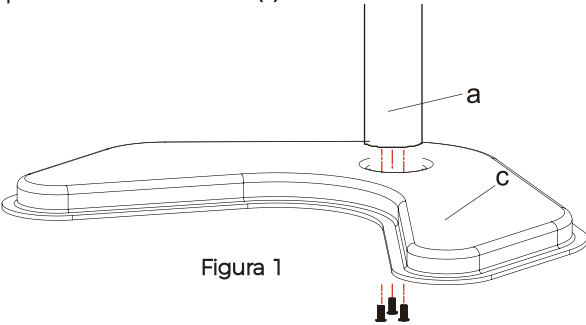

Figura 1
- 2-Instale a base do suporte (c) na haste (a) usando 3 parafusos M5X20 e aperte usando a chave Allen (e). Veja a figura 1